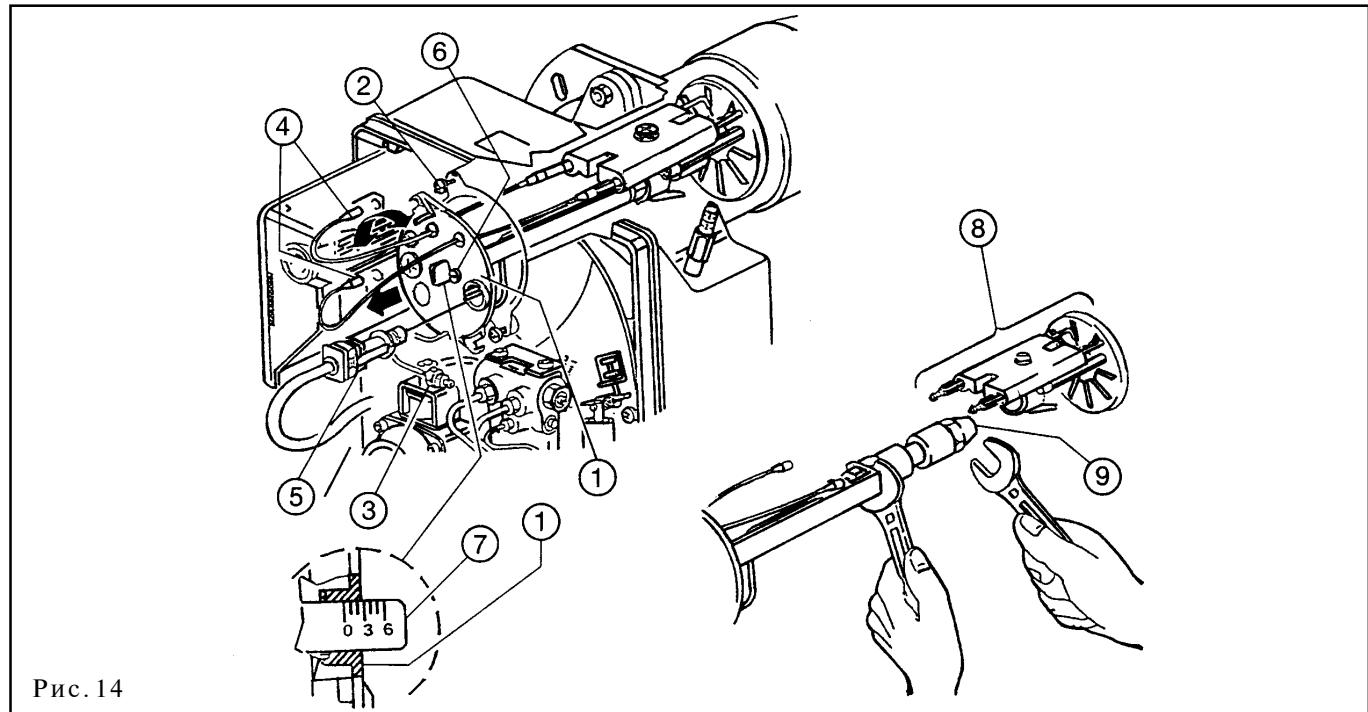

Рис. 14
форсункодержателю 1 (см рис. 14);
- навинтить форсунку 9, как показано на рис. 14.
Зависит от расхода горелки и делается с помощью винта 6 до тех пор, пока необходимая цифра на настроенной линейке 7 не совпадет с плоскостью 1 группы форсункодержателя (см. рис. 14).
На рис. 14 головка регулируется для расхода 3,5 галлон/ч, 12 бар. Настроенная линейка 7 находится в положении 2,5 (Таблица 2).